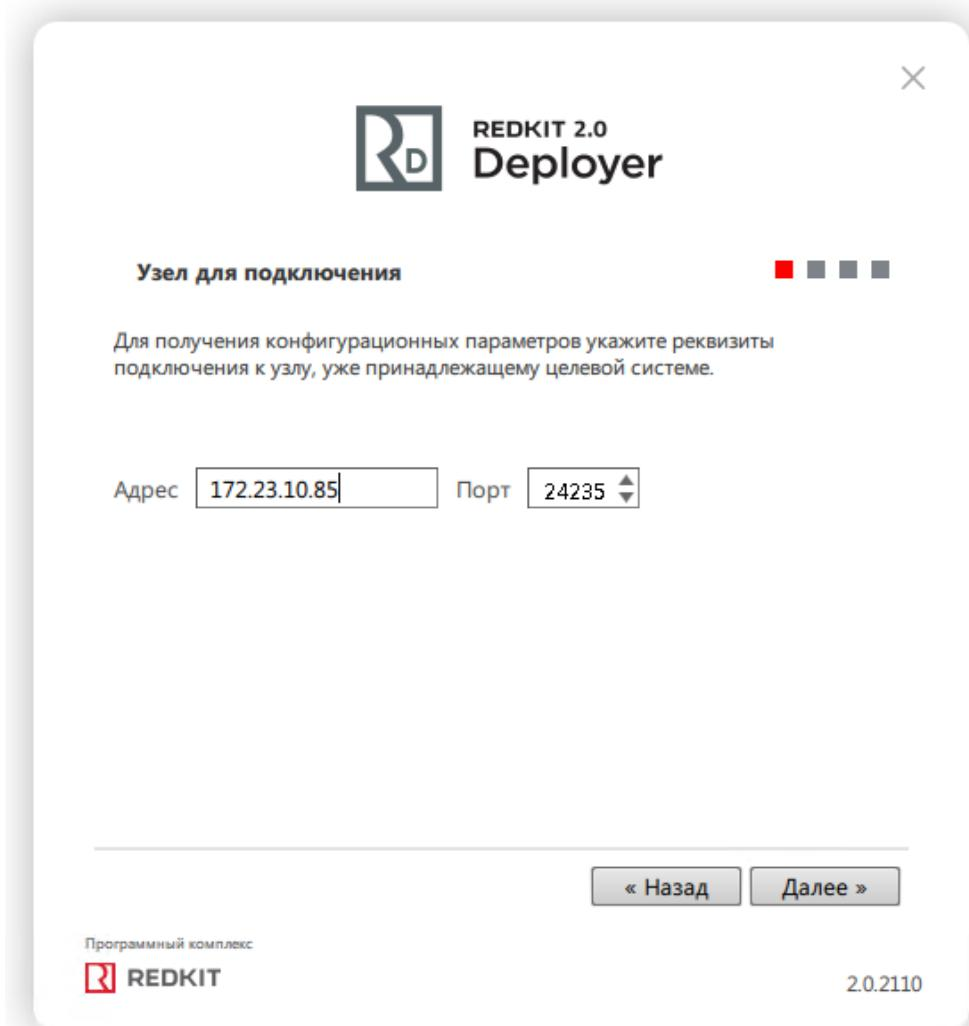

Рисунок 35 - Узел для подключения
6. Укажите IP-адрес и порт сервиса Keeper основного сервера из п.5 раздела "Первичное конфигурирование" (если настройки основного сервера выполнены верно, то просто укажите IP-адрес основного сервера и оставьте порт по умолчанию) и нажмите "Далее" (Рисунок 35).